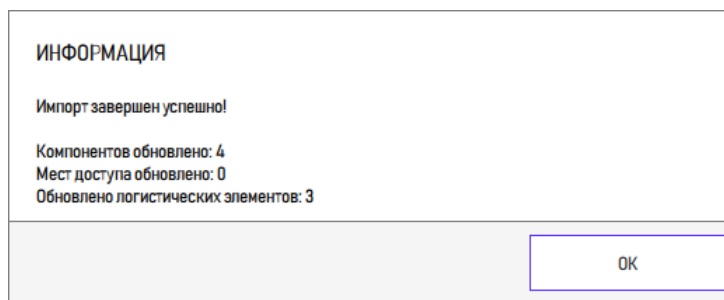

Рисунок 169 – Сообщение о завершении импорта
4) По завершении импорта выводится информационное сообщение (рисунок 169). Нажать кнопку «ОК» для его закрытия.